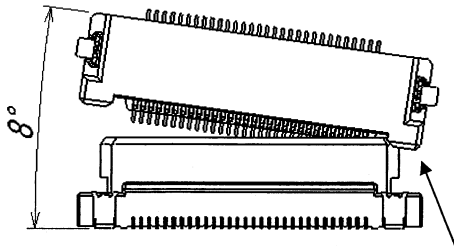
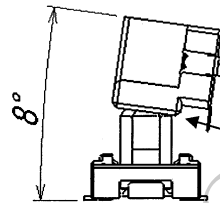

図1 / Fig.1
図2 / Fig.2
- ・誘い込み時の角度は図1～図2になりますので、記載角度以下で位置決めをして下さい（ロックさせない状態）。
Figure 1 and 2 show guiding angle. Please locate it below the described angle (Not lock) .